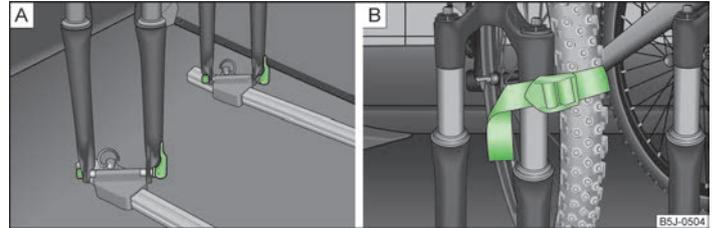

Abb. 58 Fahrrad einsetzen / Befestigungsbeispiel des Vorderrads
- › Die Fahrradgabel auf die Befestigungsschraube aufsetzen und mit dem Schnellspanner festziehen » Abb. 58 - **A**.
- › Das abgebaute Vorderrad am besten zwischen der Kurbel des linken Pedals und dem Fahrradrahmen verstauen und mit einem Gurt an der Vordergabel » Abb. 58 - **B** bzw. an einem der Befestigungselemente befestigen.